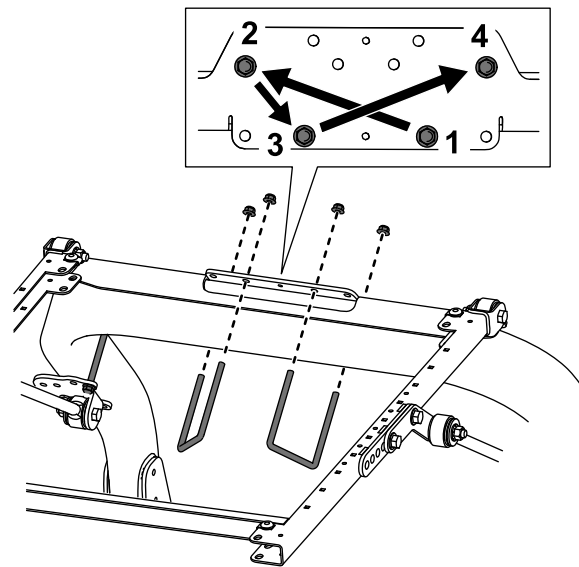

Figura 2
- Para garantir uma distribuição equilibrada, aperte as porcas num padrão alternado, conforme mostrado na Figura 2.